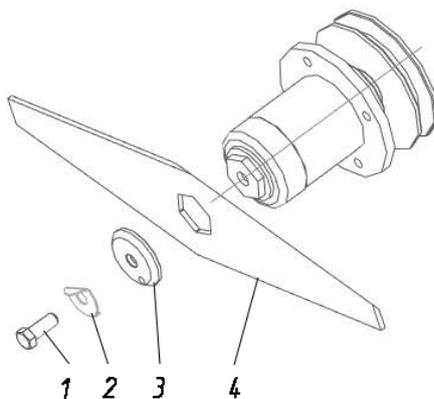

Рисунок 4.6 – Установка и демонтаж ножей
- извлеките болт 1 (рисунок 4.6) крепления ножа 4;